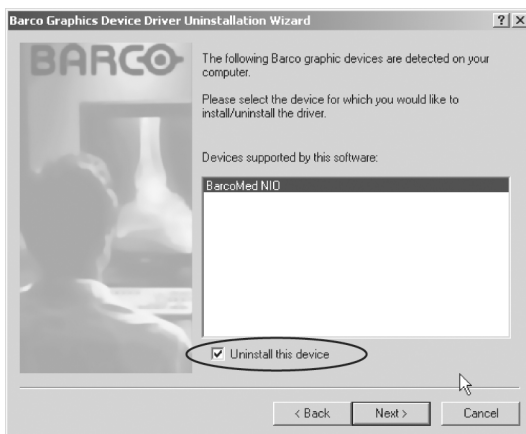

Figure 52
5. Dans l'écran suivant (reportez-vous à la figure 52 on page 119), **activez** la case à cocher en regard de « Uninstall this device », puis cliquez sur « **Next** » pour continuer.